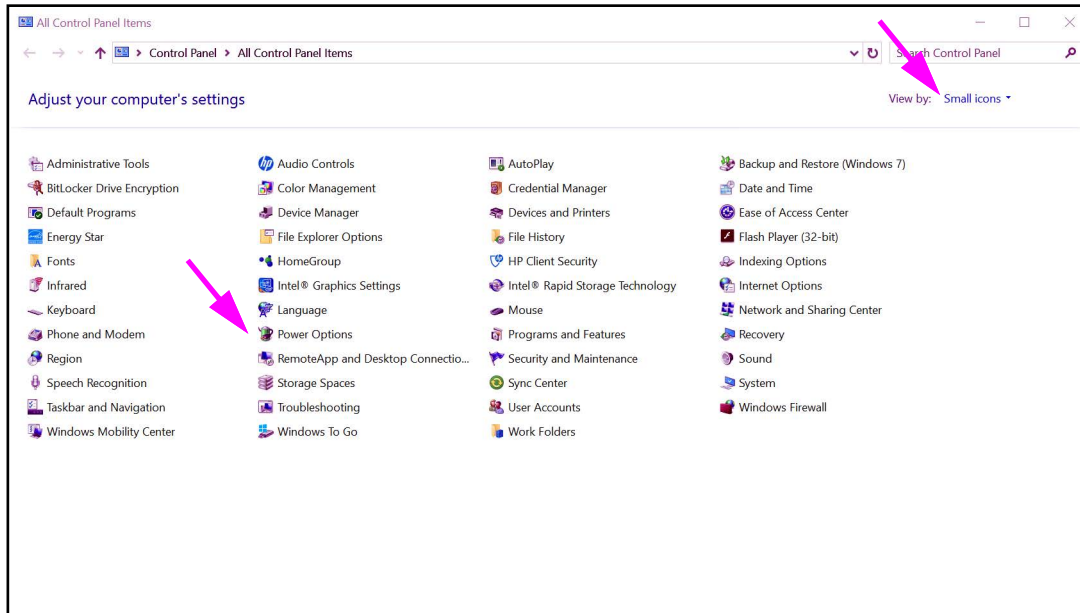

Abbildung 2-24. Fenster „All Control Panel Items“ (Alle Punkte der Systemsteuerung)
2. Wählen Sie **Windows System > Control Panel (Windows > Systemsteuerung)**. Falls die Ansicht auf kleine Symbole eingestellt ist, sieht das Fenster „All Control Panel Items“ (Alle Punkte der Systemsteuerung) wie in Abbildung 2-24 dargestellt aus. Klicken Sie auf **Power Options (Energieoptionen)**.